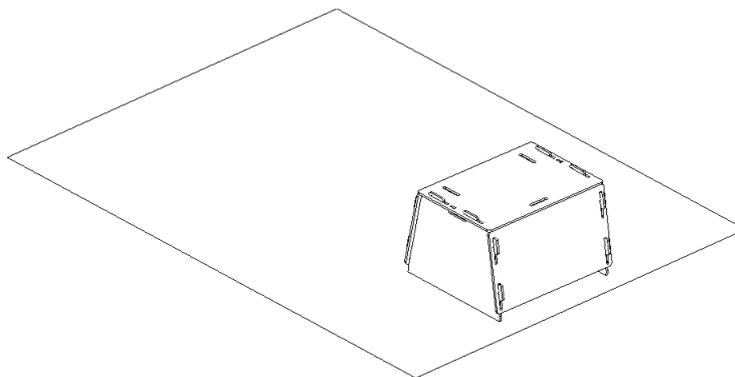

Abbildung 133: Scanner-Ständer auf dem Muster.
2. Den Scanner-Ständer auf dem markierte Rechteck auf dem Muster ausrichten, dabei streng auf die Orientierung der Schlitze in der Ständer-Abdeckung achten (siehe Abb. 133).